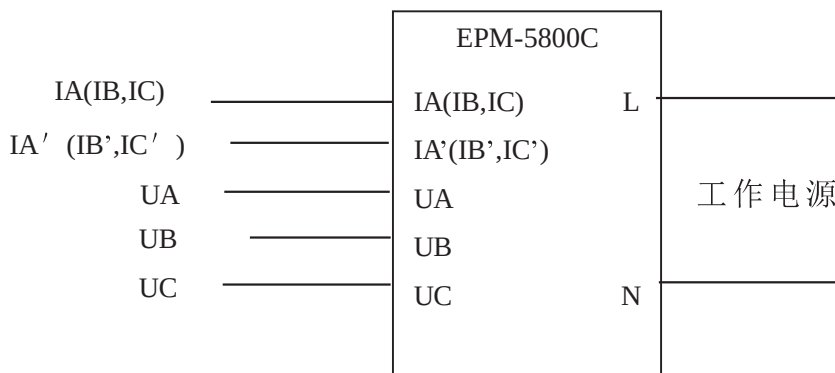

图 6-4
□ 上电自启动模式（相关参数在“参数”-“电机控制参数”中）设定为“1”，即“恢复”模式，设定“上电自启动延时”为 2S，然后启动电动机，按图 6-4 接入模拟量，模拟启动电动机。同时切断低压电机测控系统电源和模拟输入量，在“自启动有效延时（整定为 10S）”内，给低压电机测控系统上电，低压电机测控系统经延时 2S 自动重新启动电动机。按图 6-4 接入模拟量，模拟电动机已经启动，遥控停机，再切断模拟输入量，模拟停止电动机。切断低压电机测控系统的电源，然后重新给低压电机测控系统上电，低压电机测控系统不启动电动机。
□ 按图 6-4 接线，将欠/失压重新启动和低电压保护投入（选择“立即重新启动”），低电压定值整定为 300V，电动机启动时间按实际需要设为 2S 以上，重启有效延时设为 5S，重启动延时设为 2S，然后启动电动机。
- ☐ 按图 6-4 接线, 将启动超时保护投入;
- ☐ 按图 6-4 接线, 将速断保护投入, 延时整定为 0 秒, 其它保护退出;
- 按图 6-4 接线，投入堵转保护，整定堵转延时为 0S，其它保护退出。
- 按图 6-4 接线，过负荷保护投入，延时整定为 0 秒，其它保护退出。